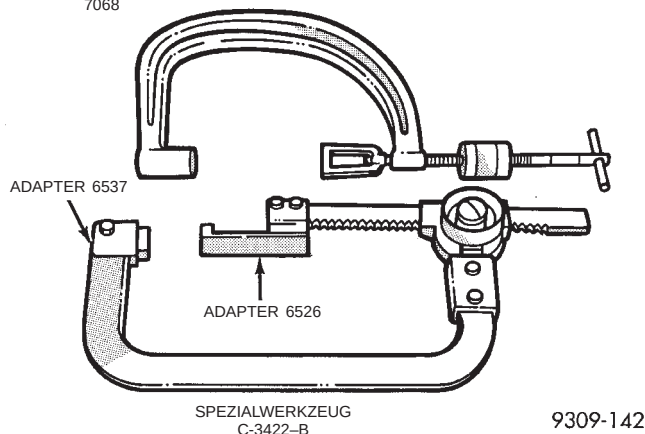

Abb. 62 Ventildfederspanner
(1) Bei abgebautem Zylinderkopf Ventildfedern mit den in (Abb. 62) gezeigten Ventildfederspannern zusammendrücken.
(2) Ventilkeile, Federteller, Ventildfedern und Ventilschaftabdichtungen ausbauen.
(3) Vor dem Herausnehmen der Ventile **Ventilschaftsnuten entgraten, um eine Beschädigung der Ventilfehrungen zu vermeiden.** Ventile für den Wiedereinbau in ihrer ursprünglichen Lage markieren.